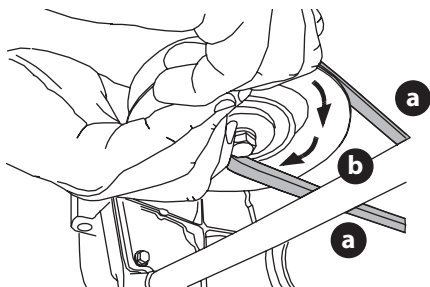

Fig. 42
- d. Tout en maintenant la courroie de la PDF (a) vers le bas, continuez à faire tourner la poulie de la PDF (b) jusqu'à ce que la courroie de la PDF (a) se déroule de la poulie de la PDF (b) (Fig. 42).
8. Tirez le côté droit de la courroie de la PDF vers l'arrière, puis placez le côté en « V » étroit de la courroie de la PDF dans la poulie de la PDF (Fig. 42 à la page 106).
9. Tout en tenant ensemble la courroie et la poulie de la PDF, faites tourner la poulie de la PDF vers la gauche (Fig. 42 à la page 106). Continuez à tenir et à faire tourner la poulie et la courroie de la PDF jusqu'à ce que la courroie de la PDF soit complètement enroulée dans la poulie de la PDF.